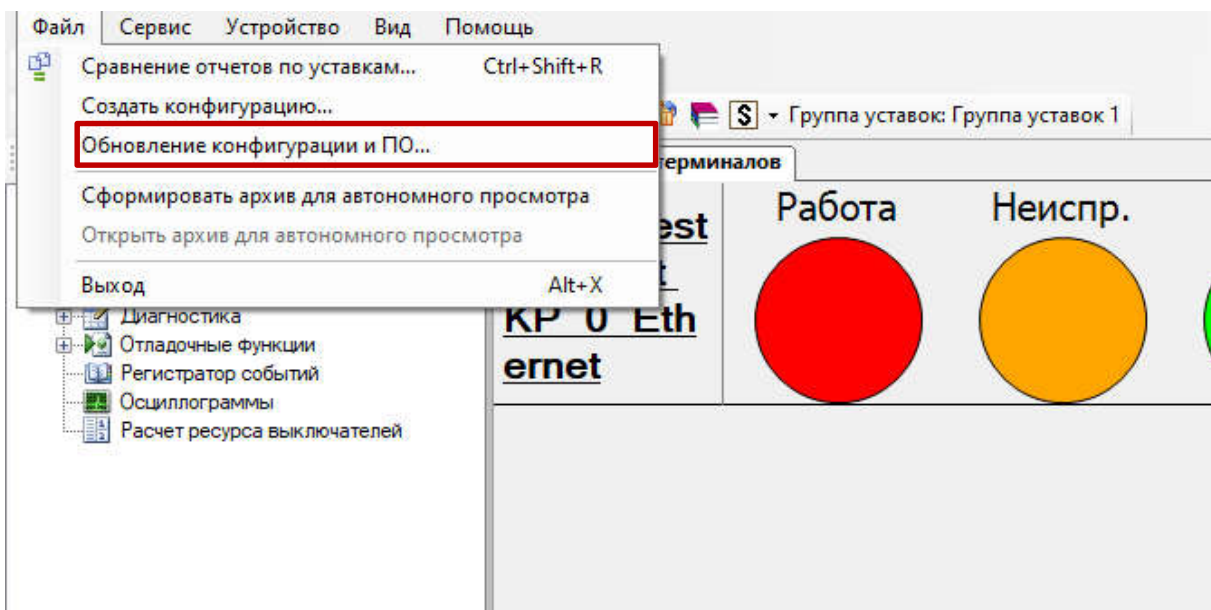

Рисунок 5 – Пункт меню **Обновление конфигурации и ПО**
4.2 Выбрать в программе АРМ-релейщика пункт главного меню **Файл** → **Обновление конфигурации и ПО** (см. рисунок 5).